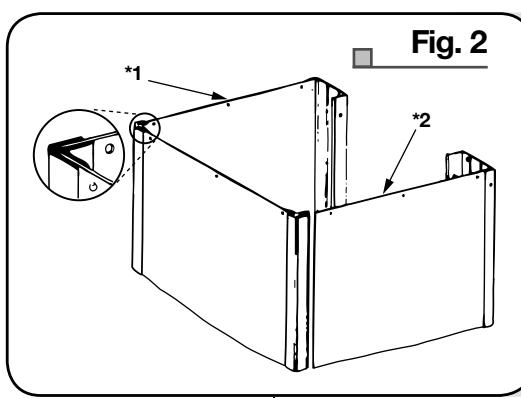

Fig. 2
2. Working from the outside, angle the Center Panel Assembly slightly to start engagement. Repeat the procedure used to put the lock strip on the center panel. Secure the strip in place by tapping from top to bottom. Repeat procedure for Left Side. (**Fig. 2**)
2. Trabajando desde el lado de afuera, coloque el montaje del panel central en el ángulo para comenzar a unir las partes. Repita el procedimiento con el que puso el perfil en el panel central. Asegúrese de que el perfil quede firme en su lugar golpeando suavemente de arriba a abajo. Repita el procedimiento en el lado izquierdo. (**Fig. 2**)